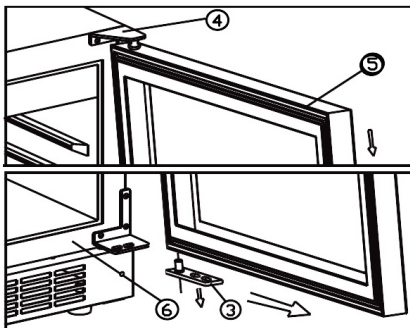

fig. 5.2
- Démontez la porte en tirant vers l'avant à l'opposé de la charnière supérieure. Voir fig. 5.2.